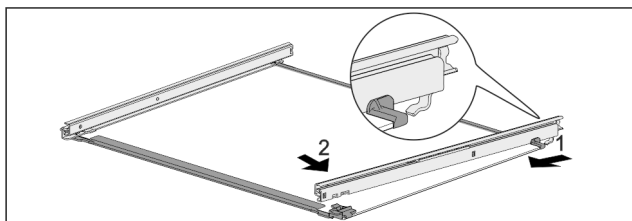

Fig. 126 Placa de sticlă cu șine
- Agățați șina în partea din spate. Fig. 126 (1)
- Înclicetați șina în partea din față. Fig. 126 (2)